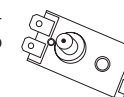

Рис. 8
- открутить гайку крепления термовыключателя, закрепленного на фланце ТЭНа, перевернуть термовыключатель и нажать до щелчка кнопку, расположенную по центру термовыключателя (рис. 8)\*;